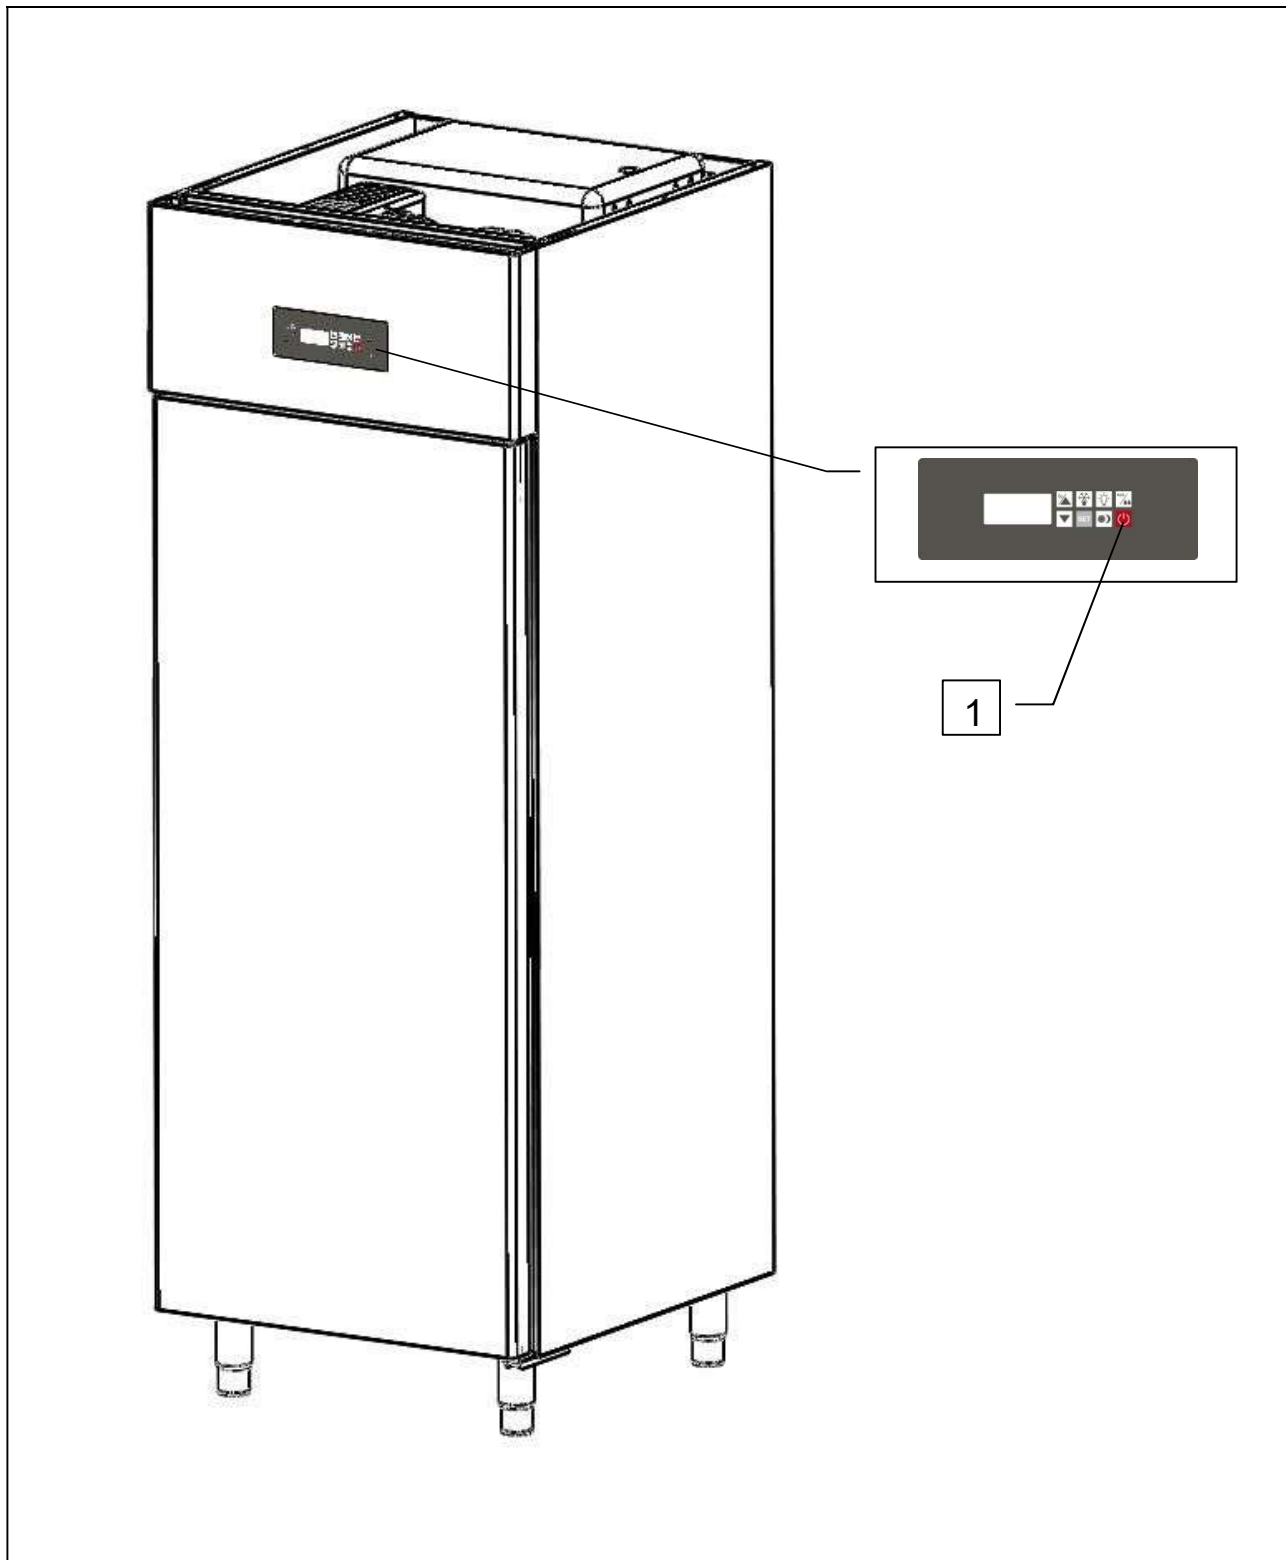

Fig. 6
Hela apparaten kontrolleras av en digital termostat. STOP funktionen styrs av en  knapp (ref. 1 fig. 6). När som helst under processen, tryck på knappen  för att försätta det elektroniska kortet (PCB) i OFF status.